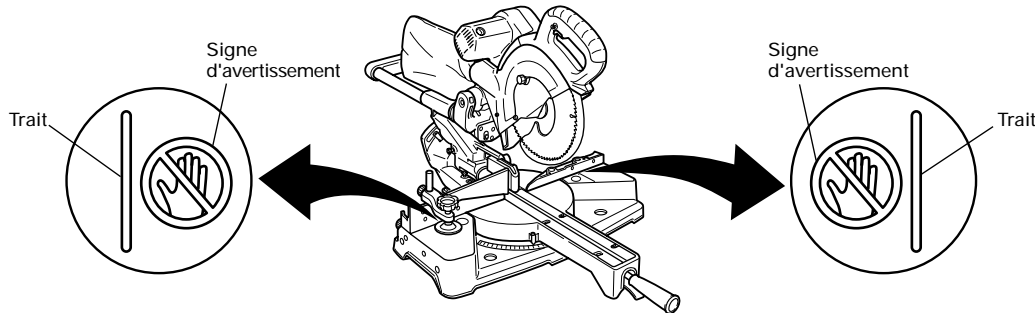

Fig. 22
* Ne jamais amener les membres à l'intérieur de la ligne à côté du signe d'avertissement pendant que l'outil fonctionne. Cela pourrait être dangereux (voir Fig. 22).